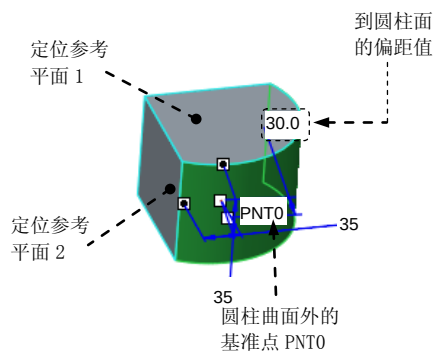

图 3.1.5 创建基准点
如图 3.1.5 所示，现需要在模型圆柱表面的外部创建一个基准点 PNT0，则操作方法如下：
Step3. 选取基准点的放置参考。在图 3.1.5 所示的圆柱曲面上单击，单击处产生一个缺少定位的基准点 PNT0。
Step5. 选取偏移参考。在 **偏移参考** 下的空白区单击以激活此区域，然后按住 Ctrl 键，选取图 3.1.5 所示的两个表面为偏移参考，并修改定位尺寸。